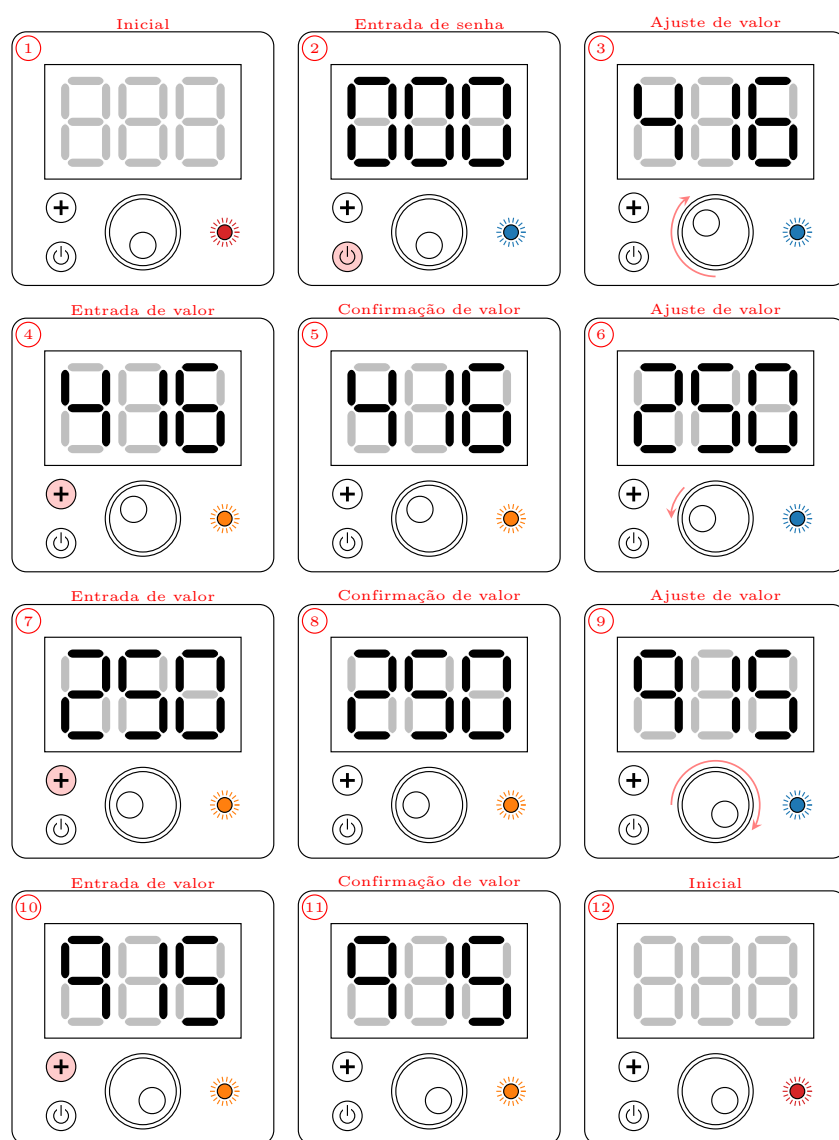

Figura 3: Infográfico da falha da abertura do cofre por erro na senha
O infográfico da Figura 3 apresenta o detalhamento do procedimento de abertura do cofre. Estando na tela inicial (1), o usuário deverá pressionar o botão de inicializar o processo (2), para que os displays apresentem o valor indicado pelo potenciômetro e o led RGB mude para a cor azul indicando que o cofre está pronto para receber a senha. Em seguida, o usuário deverá ajustar o valor desejado através da manipulação do potenciômetro (3). Estando o potenciômetro no valor adequado, o usuário deverá pressionar o botão de adicionar valor (4), o que resultará na alteração da cor do led RGB para laranja indicando que o valor adicionado foi registrado. O led permanecerá na cor laranja por 0,5 segundos (5) e, após transcorrido esse tempo, automaticamente o led RGB retornará para a cor azul. O procedimento de adição de valor será repetido mais duas vezes (6),(7),(8),(9),(10),(11). Após adicionar o terceiro valor, se a senha estiver incorreta, os displays se apagaram e o led RGB mudará para a cor vermelha indicando que a trava do cofre permanece fechada.